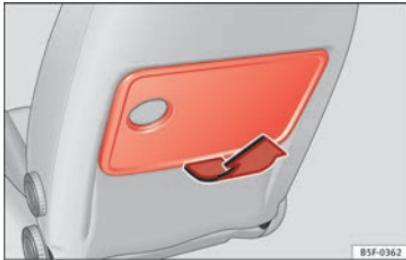

Fig. 158 Sedile anteriore sinistro: tavolinetto ripiegabile.
- Per aprirlo, sollevare il tavolinetto come da freccia » fig. 158.